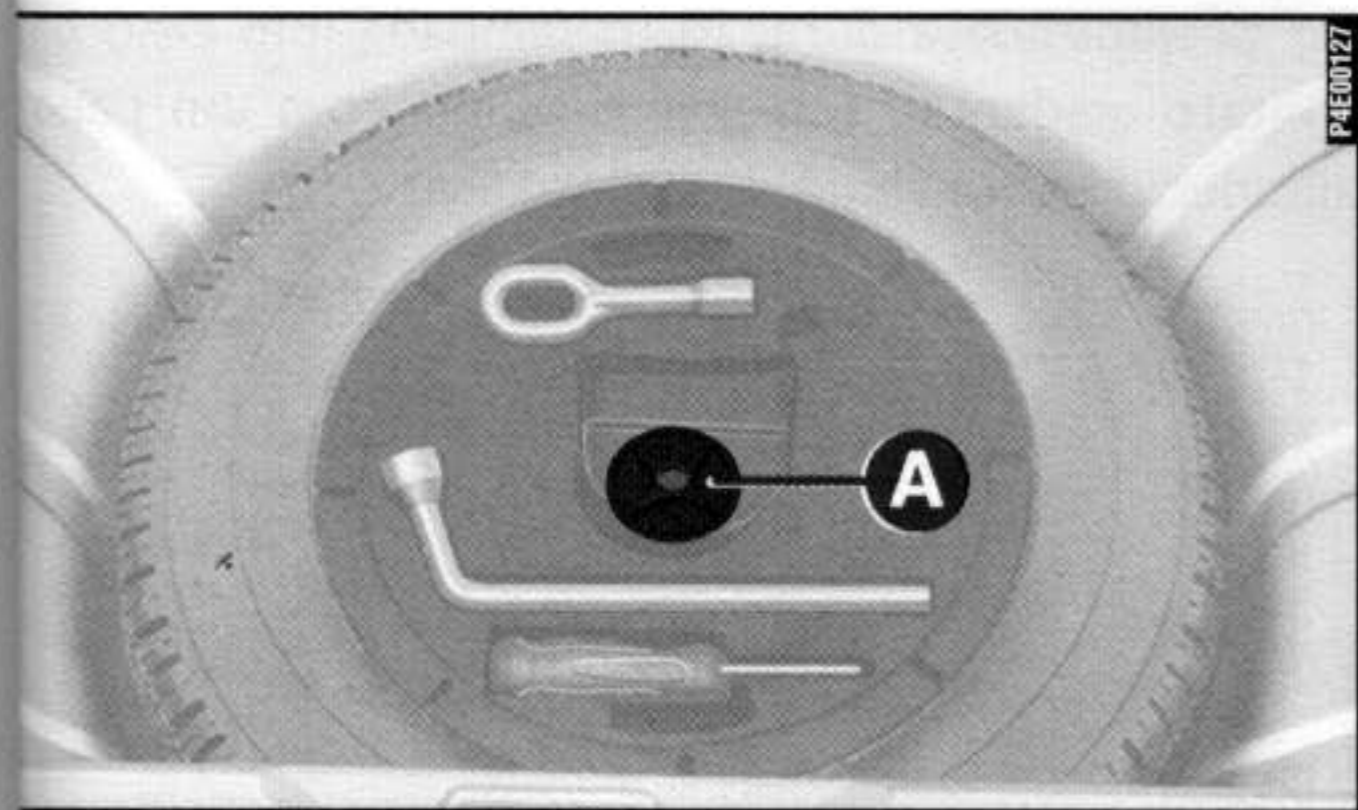

fig. 11
17) Colocar o suporte das ferramentas na roda substituída e fixar tudo com o dispositivo de bloqueio **A**-fig. 11.